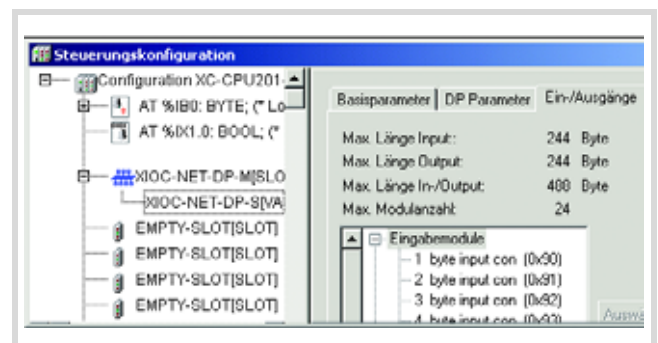
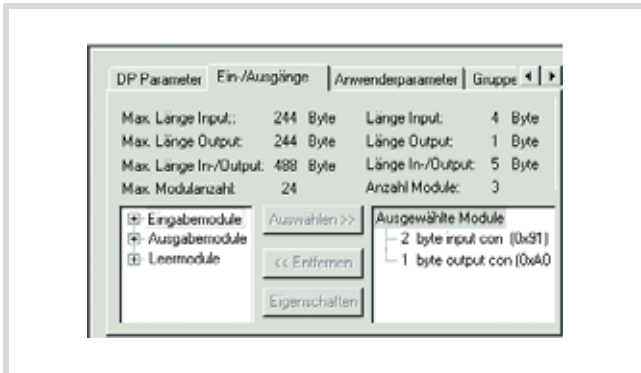

Abbildung 85: Auswahl der Ein-/ Ausgänge
Abbildung 86: Parametrierung der Ein-/Ausgänge
- Wählen Sie im Register „Ein-/Ausgänge“ (→ Abbildung 85) die Ein-/Ausgänge für den Slave so aus, dass die Auswahl der Abbildung 86 entspricht.
Die Auswahl der Module inklusive Kennung (z. B. 0x91) und deren Reihenfolge muss der Auswahl im DP-M-/DP-S-Modul entsprechen, → Abbildung 86.